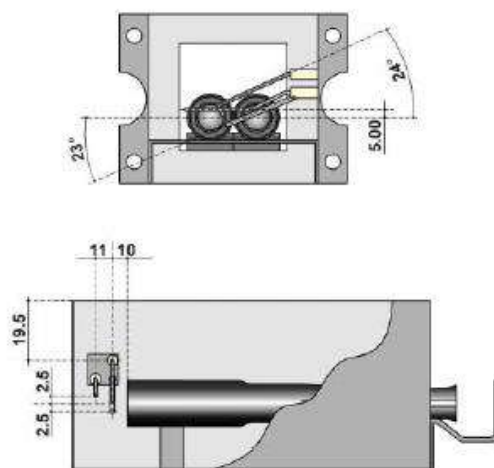

Рис. 29
- b) Проверить исправность и правильность положения пускового электрода (см. рис. 29 - 30 и 31 на стр. 20).
- c) Проверить правильность положения контрольного электрода (см. рис. 29 - 30 и 31 на стр. 20).